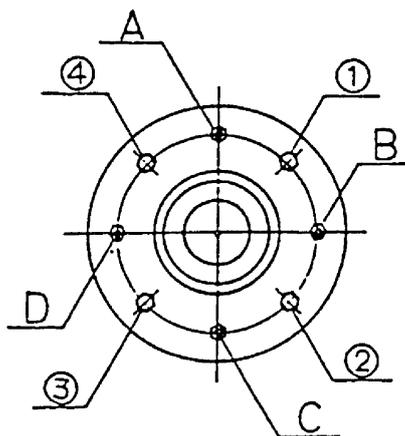

図 9-7
9.3.5 ドラムの芯出し調整 (図 9-7)
- ・ 主軸ベアリングケースを止めている取付けボルト及びナット 4 箇所(A～D)と、調整ボルト及びナット 4 箇所(①～④)で調整します。(図 9-7)
- ・ 例えば、ドラムの口金を機械正面より見て右に寄せたい場合、③、④と A,C,D のナットを少し緩め、③、④のボルトをドラムの口金を見ながら締め込みます。
- ・ 調整が終わったら、③、④と A,C,D のナットを締め込みます。
- ・ ベアリングケースをナット A~D の 4 箇所を取り外し、後方へ抜いてください。(図 9-7)